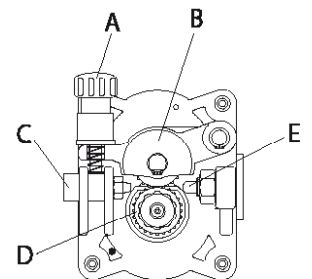

FIG. 6
- Rimuovete l'involucro che avvolge la bobina e collocatela sull'aspo. Rimontate i collari (E/F, solo per bobine da 5Kg, quello di larghezza inferiore E va collocato tra la bobina e la parete dell'aspo) e riavvitare infine il dado (A) ruotandolo di 180° (posizione 2).
- Rimuovete dall'aspo (C) la bobina montata (B).
- Svitare il volantino (A), sfilate la molla e la rondella interna; togliete l'aspo (C) dal perno.
- Inserite sul perno la bobina di diametro 100mm; infilate la rondella, il distanziale (G) e la molla.
- Riavvitare il volantino (A).
**Il volantino (A) costituisce il sistema frenante della bobina. Un'eccessiva pressione sforza il motore di alimentazione. Una pressione non sufficiente non blocca immediatamente la bobina quando si smette di saldare.**
- Allentare ed abbassate la manopola in plastica (A) e rilasciate la leva premifilo (B) (Fig.6). Estraiete eventuali residui di filo dalla guaina guidafilo (E).
- Rilasciare il filo dalla bobina e tenetelo stretto con un paio di pinze in modo che non possa srotolarsi. Se necessario, raddrizzatelo prima di inserirlo nella guida di entrata (C) del filo. Inserirvi il filo facendolo passare sopra al rullino inferiore (D) e nella guaina guidafilo (E).
- Abbassare la leva premifilo (B) mettendola in pressione con la manopola in plastica (A). Serrate leggermente. Una stretta eccessiva blocca il filo e potrebbe danneggiare il motore. Una stretta insufficiente non permetterebbe ai rullini di trainare il filo.
- Aprite il pannello laterale. Allentate ed abbassate la manopola in plastica (A) e rilasciate la leva premifilo (B) (Fig.6). Tagliate il filo (qualora sia già stato caricato) tenendolo sempre stretto con delle pinze in modo che non si srotoli e legatelo sull'apposito foro sul rocchetto. Svitare l'ugello e togliete la punta dalla torcia e con un paio di pinze sfilare il filo dalla guaina.